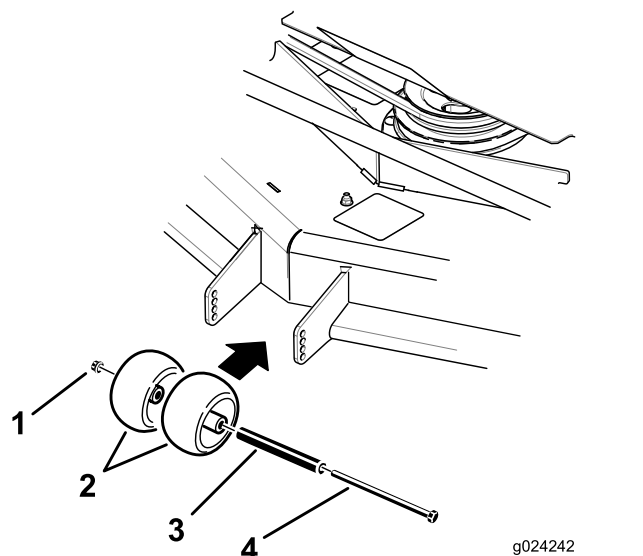
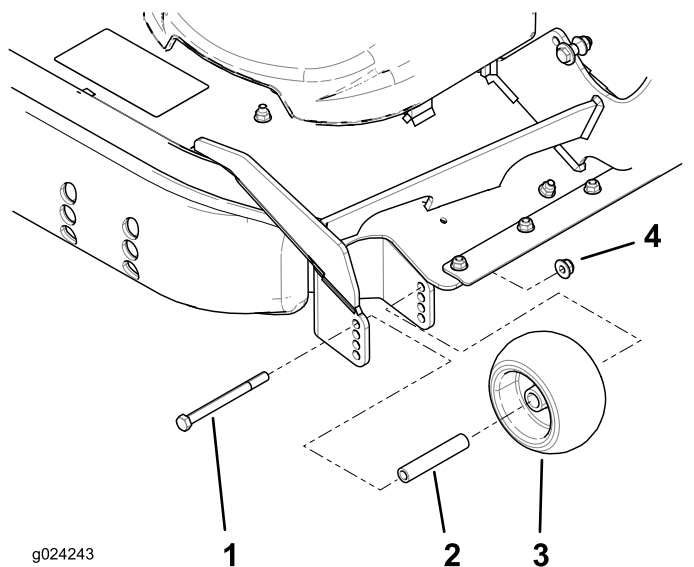

Figure 35
Figure 36
- Réglez les galets anti-scalp comme montré à la Figure 35 et la Figure 36.